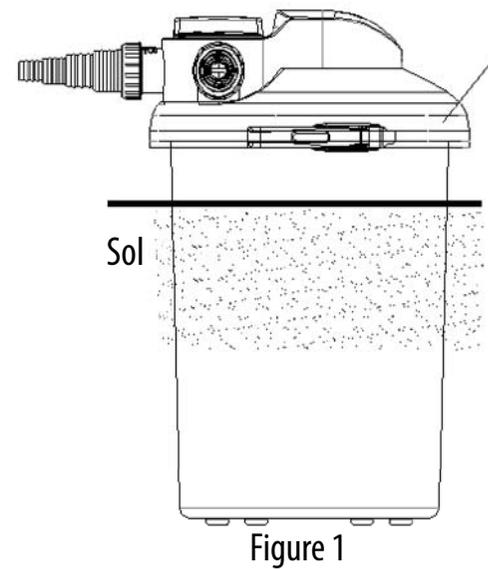

Figure 1
1. Choose an appropriate place to situate the filter. The filter may also be (partly) dug in. Use a level for a straight position. The filter may be sunk into the ground up to the top of the filter (see figure 1)
1. Wählen Sie einen geeigneten Ort um den Filter zu platzieren. Der Filter kann auch (Teils) eingegraben werden. Nutzen Sie für die gerade Aufstellung eine Wasserwaage. Der Filter kann bis zum Deckel in den Boden eingelassen werden. (Siehe Bild 1).
1. Sélectionnez un endroit approprié pour installer le filtre. Vous pouvez enterrer partiellement le filtre. Placez le filtre à niveau en position verticale. Le filtre peut être enterré jusqu'au couvercle (voir figure 1).